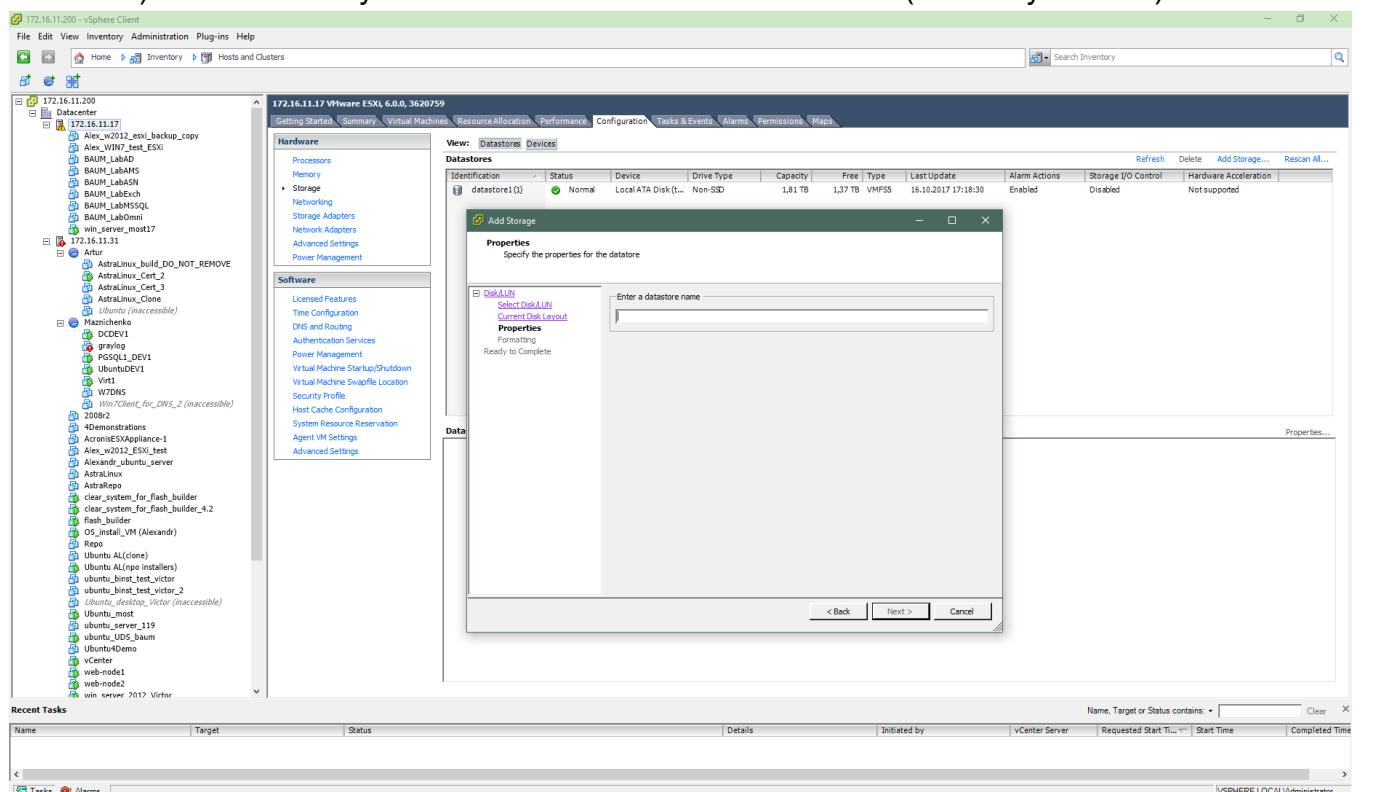

Рисунок 107 – Имя Datastore
- 13) Ввести имя луна в поле «Enter a datastore name» (см. Рисунок 107)